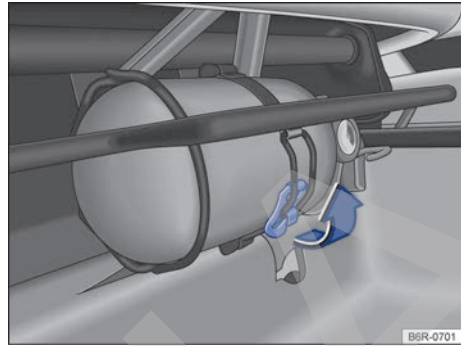

Fig. 23 En el asiento del acompañante delantero: extintor de incendio.
- Soltar la abrazadera de fijación, tirando hacia arriba → fig. 23 en el sentido de la flecha.